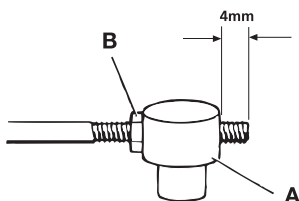

Fig. 8
- Gänga nippeln på kabeländan tills 4 mm av gängan sticker ut. Säkra nippeln genom att draga åt muttern (B fig. 8).